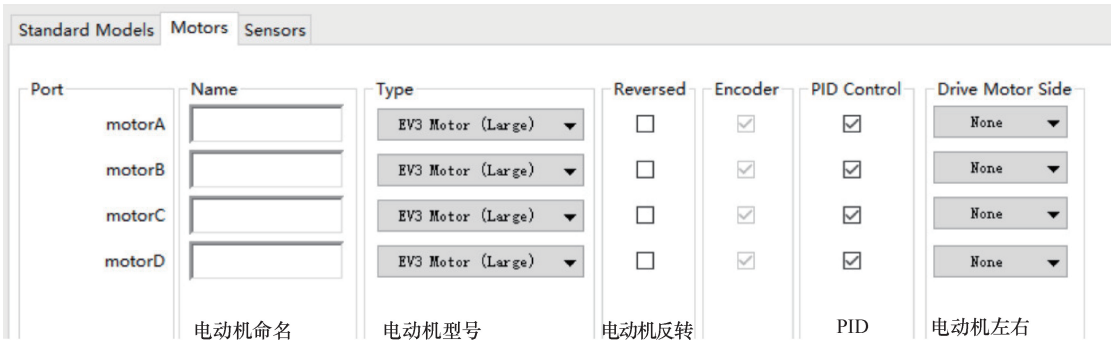
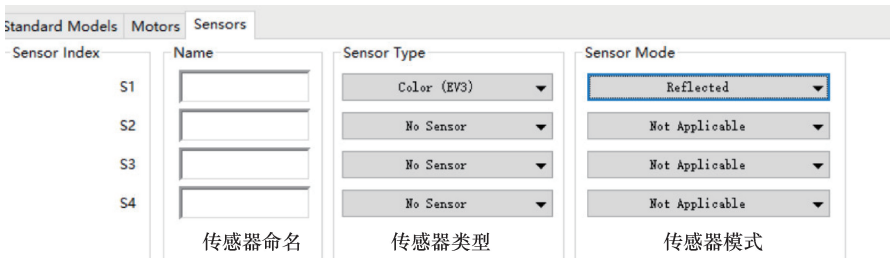

图 2-2
图 2-3
编程之前先单击工具栏中的 Motor and Sensor Setup 按钮，对电动机（如图 2-2 所示）与传感器（如图 2-3 所示）进行设置，如图 2-2 所示。
- (6) Name：传感器与电动机相同，可以自己随意命名。
- (7) Sensor Type：颜色传感器、超声波传感器、触动传感器等。
- (8) Sensor Mode：颜色传感器的模式反射光强度、各类颜色等，如图 2-3 所示。